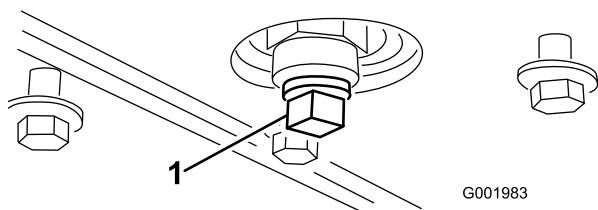

Figura 50
5. Retire o tampão de escoamento (Figura 50).